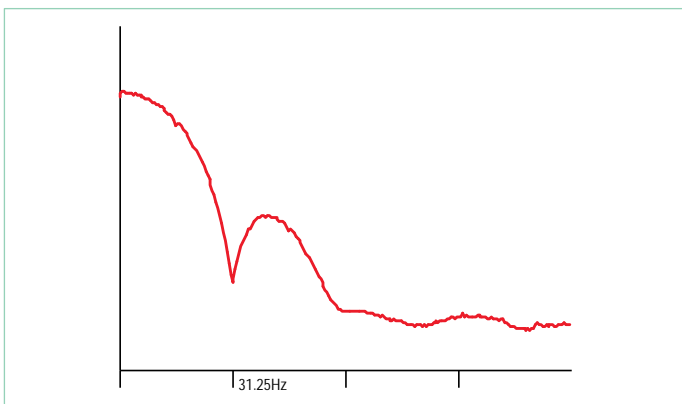

Bild 1. Spektrum des 31,25-Hz-Datensignals.
- Stecken Sie den PIC16F88 in das ausgeschaltete Entwicklungsboard und schließen Sie den PIC16F1827 wie in Bild 1 an.
Zur Taktrückgewinnung wird das Signal mit einer Frequenz von $31,25 \text{ Hz} \cdot 16 = 500 \text{ Hz}$ abgetastet. Auf ein Bit entfallen also 16 Samples. Man könnte nun einfach versuchen, aus dem Datensignal mit einer PLL den 31,25-Hz-Bit-Takt zu rekonstruieren. Das funktioniert aber so nicht. Den Grund hierfür erkennt man, wenn man sich das Spektrum des Signals in **Bild 1** ansieht. Es ist nämlich gar keine Signalkomponente bei 31,25 Hz enthalten, auf welche die PLL einrasten könnte.